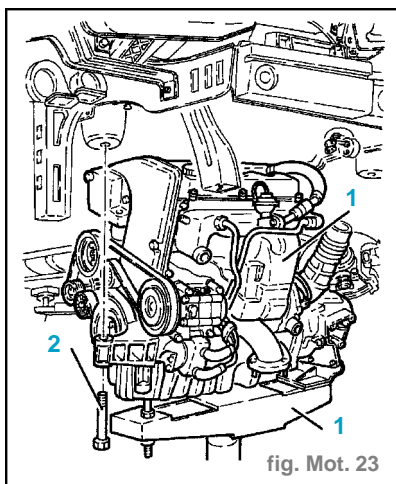

fig. Mot. 23
- Serrer au couple prescrit la vis de fixation (2) du support rigide du groupe motopropulseur à son tampon élastique. (fig. Mot. 23)